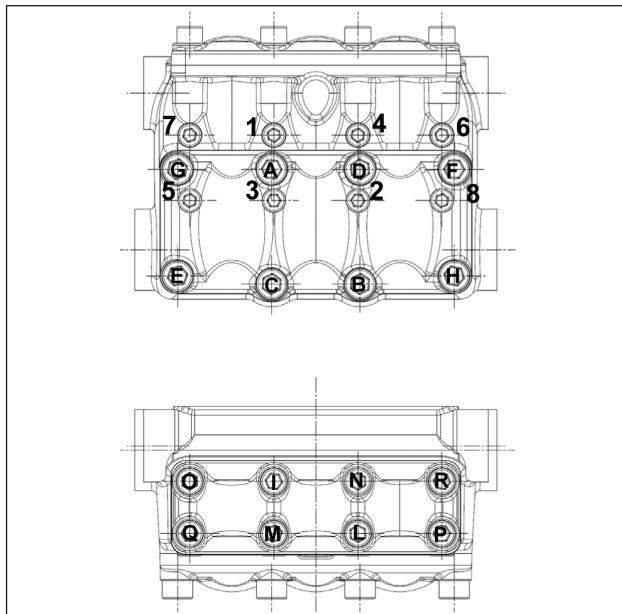

图 30
- ** 分解图部件号55的泵头固定螺丝必须按照(图 30)表中所述的顺序用扭力扳手拧紧。
- *** 分解图部件号45和58的阀盖固定螺丝必须按照(图 30)表中所述的顺序用扭力扳手拧紧。